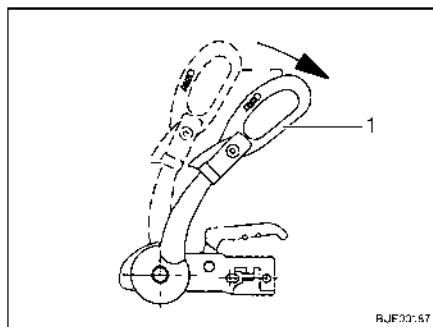

Fig. 171 Tirador de estabilización
- Abrir el tirador de estabilización (Fig. 171,1).